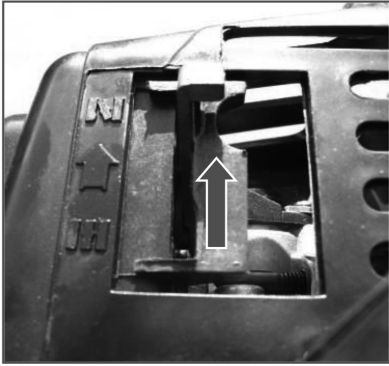

Рис. 5
- Переведите воздушную заслонку карбюратора в положение «закрыто» (рис. 5).
Для запуска прогретого двигателя повторите все шаги описанные выше, оставив воздушную заслонку карбюратора в положении «открыто» (рис. 5).